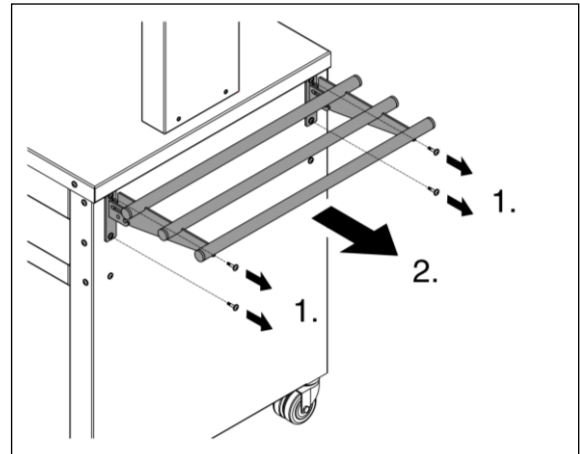

Abb. 1
2. Falls vorhanden, stirnseitige Abstellborde abmontieren. Dazu Befestigungsschrauben herausdrehen (1.) und Abstellbord(e) abnehmen (2.). **Abb. 1**